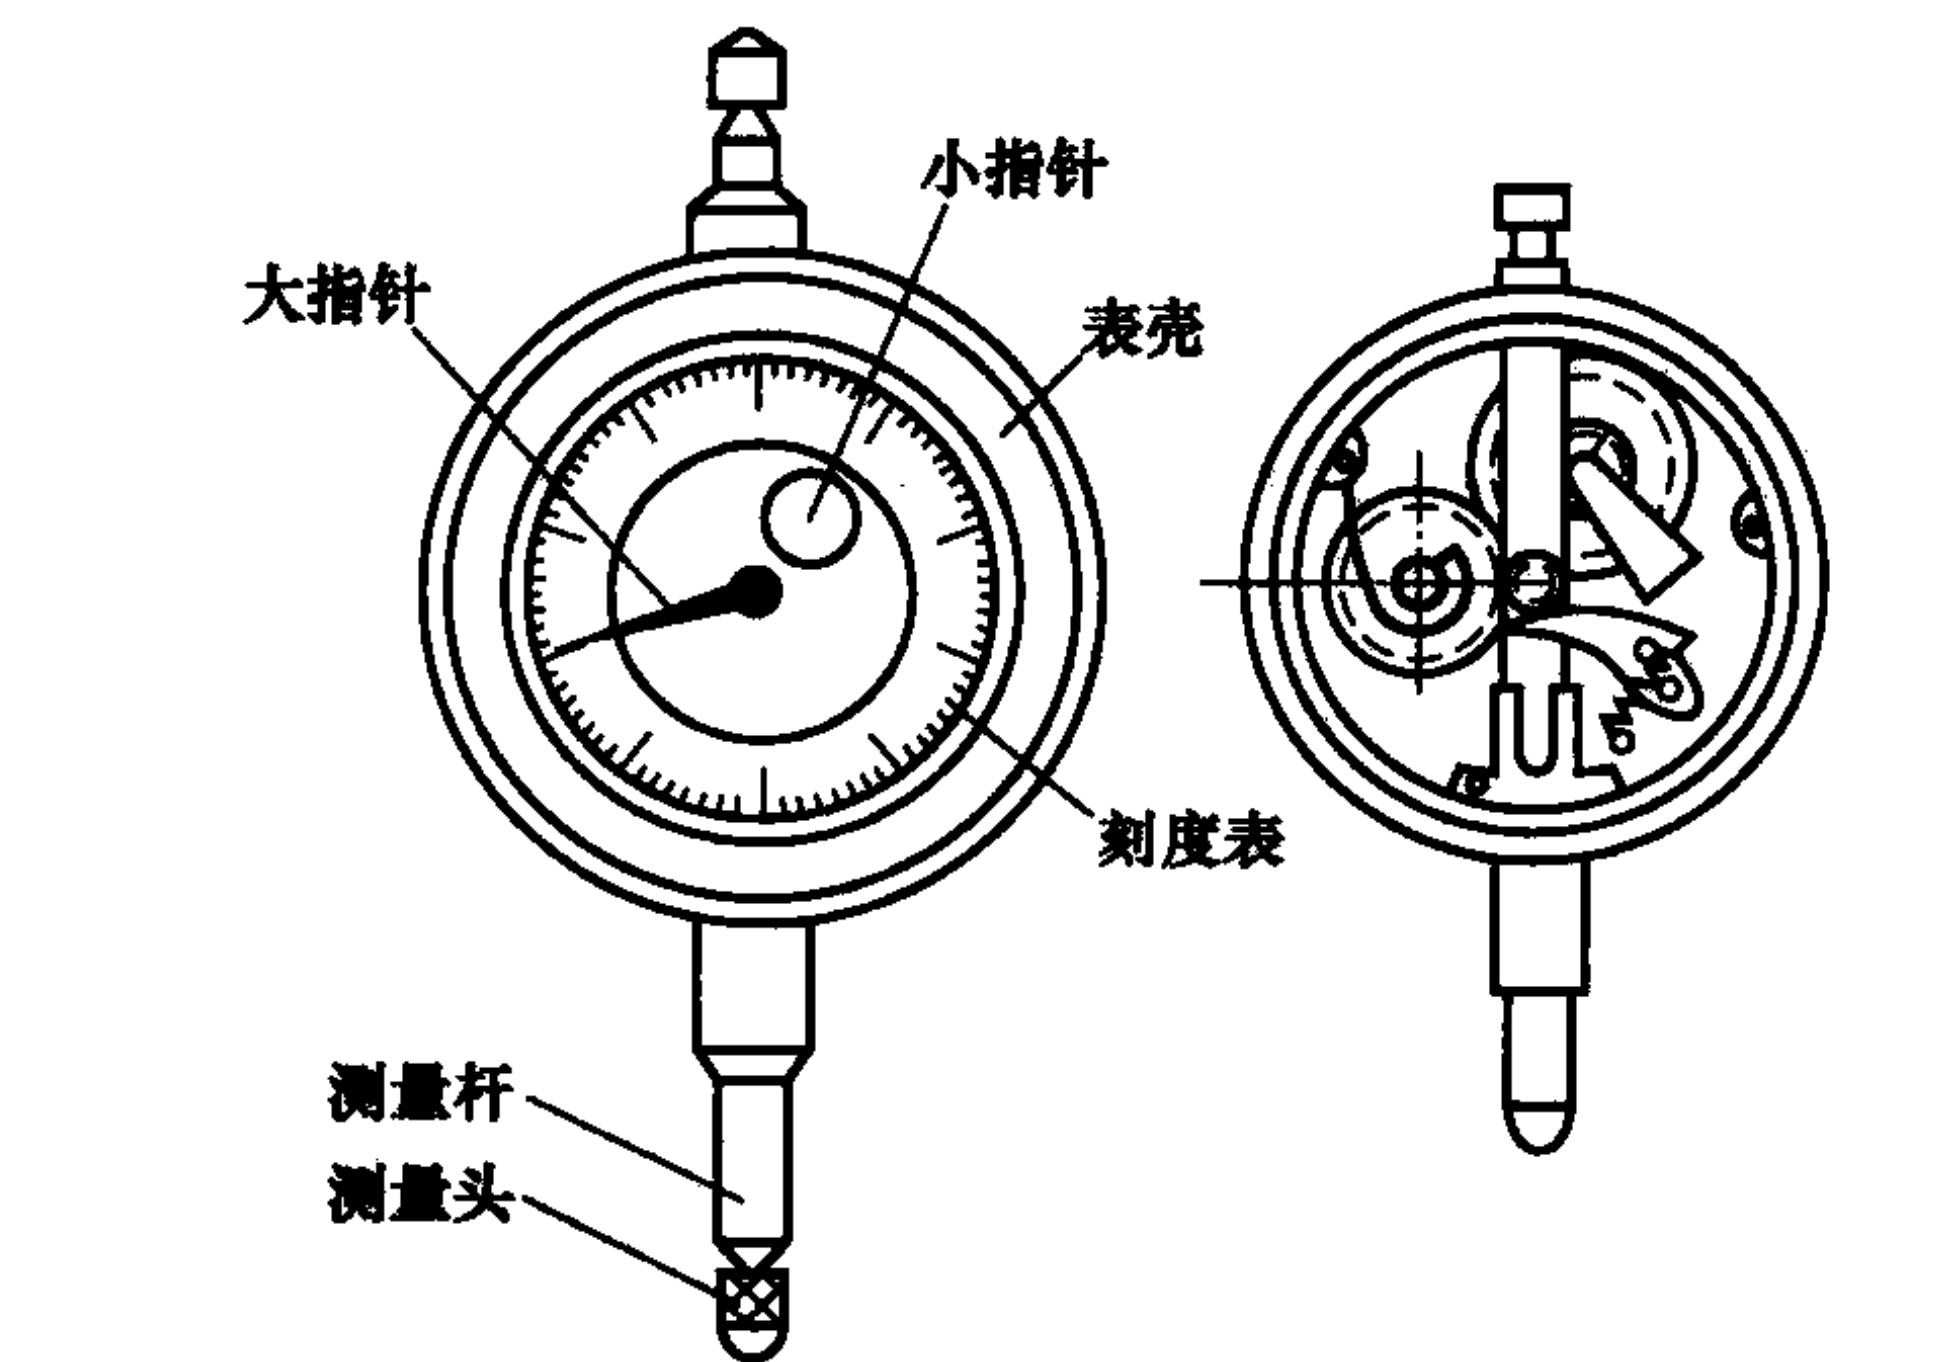

图 2-8 百分表
(1) 百分表的结构 如图 2-8 所示，当测量头向上或向下移动 1mm 时，通过测量杆上的齿条和几个齿轮带动大指针转一周，小指针转一格。刻度盘在圆周上有 100 等分的刻度线，其每格的读数值为 0.01mm；小指针每格读数值为 1mm。测量时大、小指针所示读数变化值之和即为尺寸变化量。小指针处的刻度范围就是百分表的测量范围。刻度盘可以转动，供测量时调整大指针对零位刻线之用。